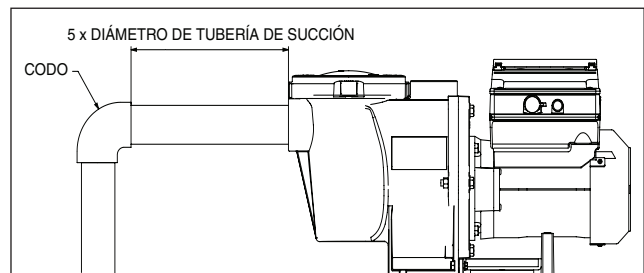

Figura 2: Tubería recomendada
4. Para la mayoría de las instalaciones que Pentair recomienda instalar una válvula en la aspiración de la bomba y mangueras de retorno para que la bomba puede ser aislada durante el mantenimiento rutinario. Sin embargo, recomendamos que una válvula, codo o tee instalado en la línea de succión debe ser no más cerca de la parte delantera de la bomba de cinco 5 veces la línea de succión de diámetro. Ver **Figura 2**.